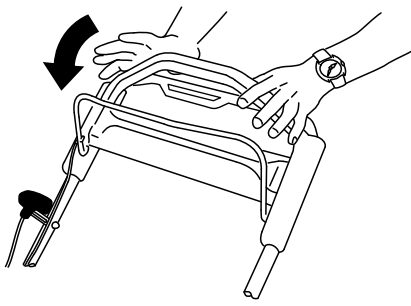

Figura 22
Suelte la barra de control de las cuchillas (**Figura 22**).
- Si el tapón de descarga trasero no está instalado, sujételo por el asa, eleve la puerta trasera e introdúzcalo en el conducto de descarga trasera hasta que el enganche encaje en su sitio; consulte Figura 22.